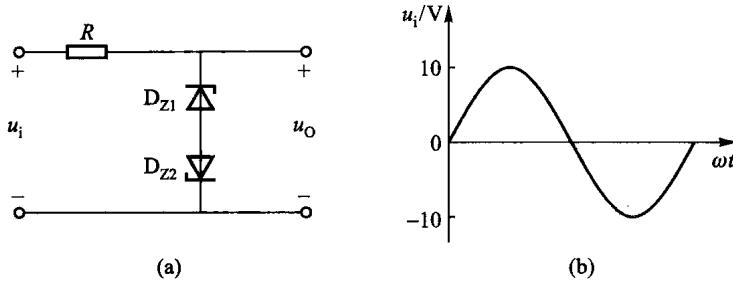

图 14.4.4 练习与思考 14.4.3 的图
14.4.3 图 14.4.4(a)所示是一稳压二极管削波电路,设稳压二极管 D_{z1} 和 D_{z2} 的稳定电压均为 5 V,两管的正向压降均可忽略不计。当输入正弦电压 $u_i = 10 \sin \omega t$ V [波形如图 14.4.4(b) 所示]时,试画出输出电压 u_o 的波形。